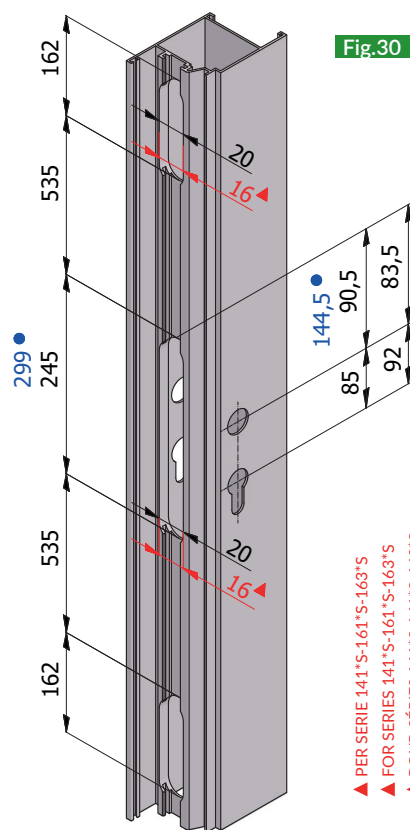

Fig.30
1. Eseguire le cave per alloggiamento serratura e deviatori. **Fig.30**
1. Make the housing to fit lock and deviators. **Fig.30**
1. Faire les découpes pour loger la serrure et les déviateurs. **Fig.30**